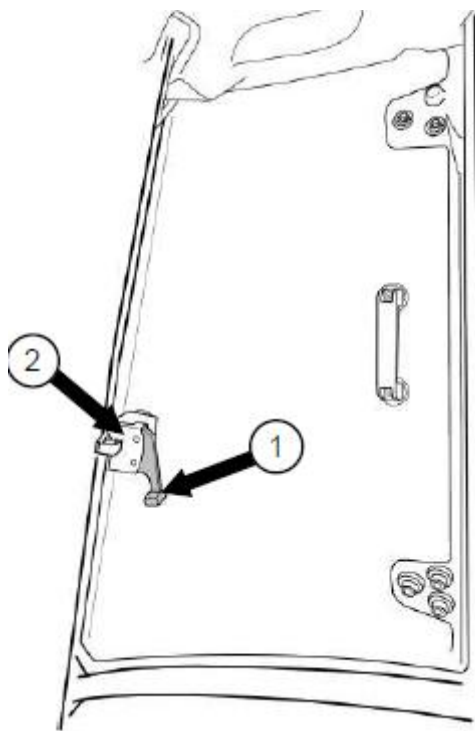

Рисунок 3.6 Открытие бокового окна
- ▶ Потяните рычаг (1) дверной ручки (2) вверх, толкните дверь наружу см. рис. 3.6.